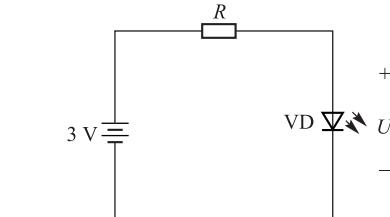

图 1-22 外接电源测试发光二极管
①万用表检测。利用具有  $R \times 10k$  挡的指针式万用表可以大致判断发光二极管的阳极、阴极及性能好坏。正常时,二极管正向电阻为几十千欧至  $200\text{ k}\Omega$ ,反向电阻为  $\infty$ 。因此,通过测量正反两次电阻就可以判断阳极和阴极。若测得正向电阻为 0 或  $\infty$ ,反向电阻很小或为 0,则发光二极管损坏。
②外接电源测量。用 3 V 稳压源或两节串联的干电池及万用表(指针式或数字式皆可)可以较准确地测量发光二极管的光、电特性。按图 1-22 所示电路连接,如果测得发光二极管电压为 1.4~3 V,且发光亮度正常,说明发光二极管正常。如果测得发光二极管电压为 0 或 3 V,且不发光,说明发光二极管已坏。